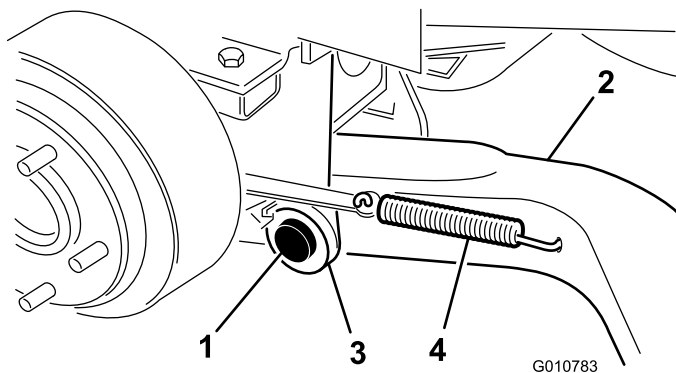

図 4
- ピボットブラケットに、昇降アームを取り付けるボールジョイント側の端部を外側に向けるピボットピンとコッターピン5/32 x 1-3/4 インチを使用する図 4。
- ブレーキリターンスプリングを昇降アームの穴に通す図4。